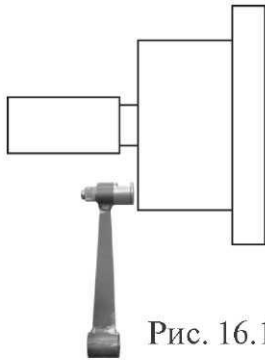

Рис. 16.1
16.2. Калибровка устройства измерения дистанции. Для оценки погрешности устройства ввода дистанции выдвиньте штангу ввода параметров и уприте ее палец в задний торец фланца вала, как показано на рис.16.1. При этом на индикаторах 1 отображается величина введенной дистанции, а на индикаторах 4 величина диаметра диска. Если величина дистанции на индикаторах 1 не равна $4,5 \pm 0,2$, то устройство ввода дистанции требует калибровки.